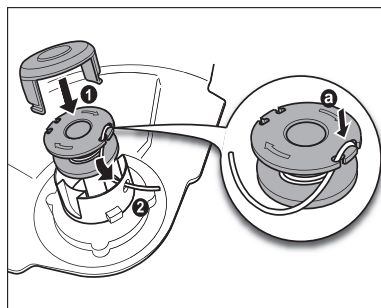

Fig. 33
6. Passe a linha de corte (13d) através dos entalhes (Fig. 33).